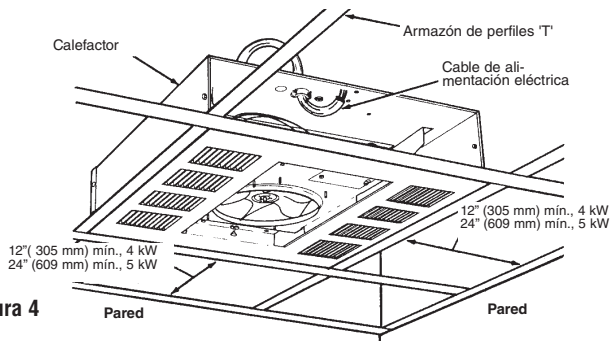

Figura 4
- Coloque el calefactor en el armazón de perfiles 'T' (Figura 4) y asegúrelo como sea necesario. Vea la Advertencia n.º 9.